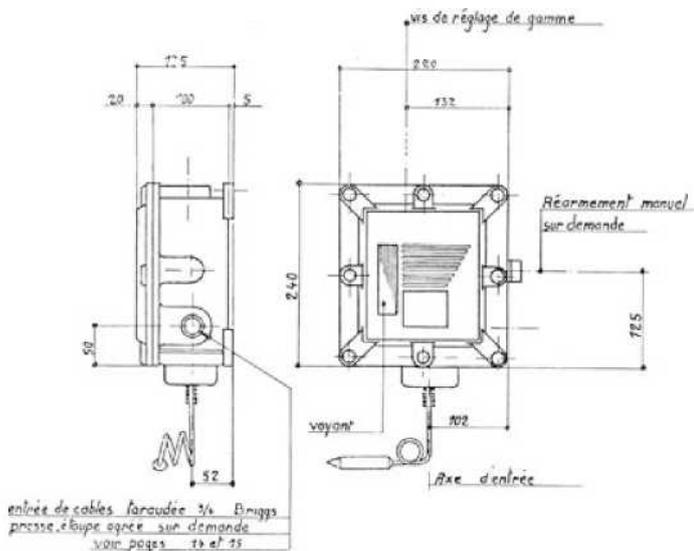

Fig. 15
- fixation (fig. 15) par quatre pattes amovibles fixées par vis B T R noyées, et à deux positions, ou directement sur tableau sans les pattes.